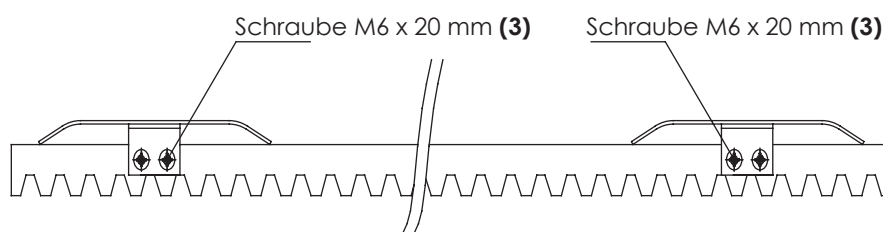

Abbildung 7
- Befestigen Sie die Blockierung an den Seiten der Schiene mit den Schrauben (Abb. 7) und ziehen Sie das Rad wieder fest.